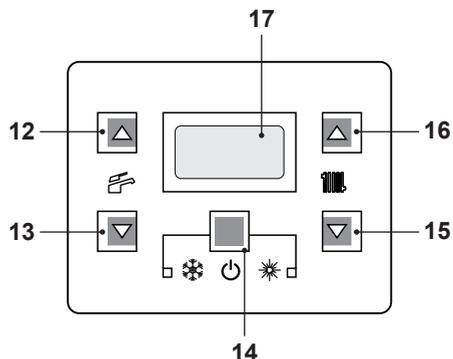
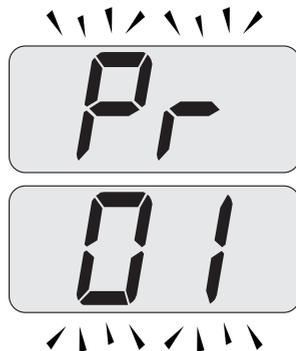
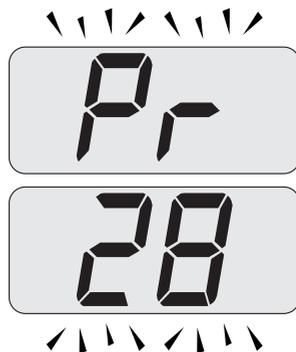

Figura 9.1
Figura 9.2
Figura 9.3
• Entrare in "modalità programmazione" premendo contemporaneamente per 10 secondi i tasti 14 - 15 - 16 (Figura 9.1) fino a far apparire sul display LCD le lettere **Pr** che si alternano con il codice **01**, indicanti l'entrata nel "parametro 01" (Figura 9.2).
- Scorrere i vari parametri utilizzando i tasti 15 o 16 fino a far apparire sul display LCD le lettere **Pr** che si alternano con il codice **28**, indicanti l'entrata nel "parametro 28" (Figura 9.3).
- Premere contemporaneamente i tasti 14 e 16 (Figura 9.1) fino a far apparire sul display LCD il valore del parametro 28 (es. 12 valore di default) (Figura 9.4).
- Premendo il tasto 14 (Figura 9.1) si ottiene la conferma del valore inserito.
- Premendo contemporaneamente i tasti 14 e 15 (Figura 9.1) si esce senza modificare il valore (ritorno alla lista parametri Figura 9.3).
- Premendo contemporaneamente per 10 secondi i tasti 14 - 15 - 16 (Figura 9.1) si esce dalla "modalità programmazione".